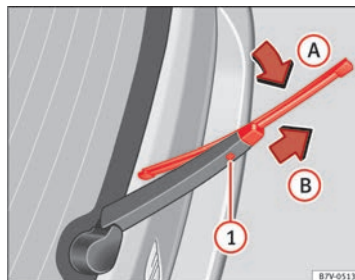

Fig. 119 Substituição da escova do vidro traseiro.
- Levante o braço do limpa pára-brisas e rebata-o um ângulo de aprox. 60° ⇒ Fig. 119.
- Mantenha pressionado o botão de desbloqueio ❶.
- Rebata a escova na direcção do braço do limpa pára-brisas ⇒ Fig. 119 (seta ❶) e ao mesmo tempo puxe no sentido indicado pela seta ❷. É provável que tenha de aplicar muita força.
- Introduza no braço limpa pára-brisas uma escova nova **com o mesmo comprimento e características**, no sentido contrário à seta ❷ até que encaixe. Para tal, a escova deve estar na posição recolhida (seta ❶).